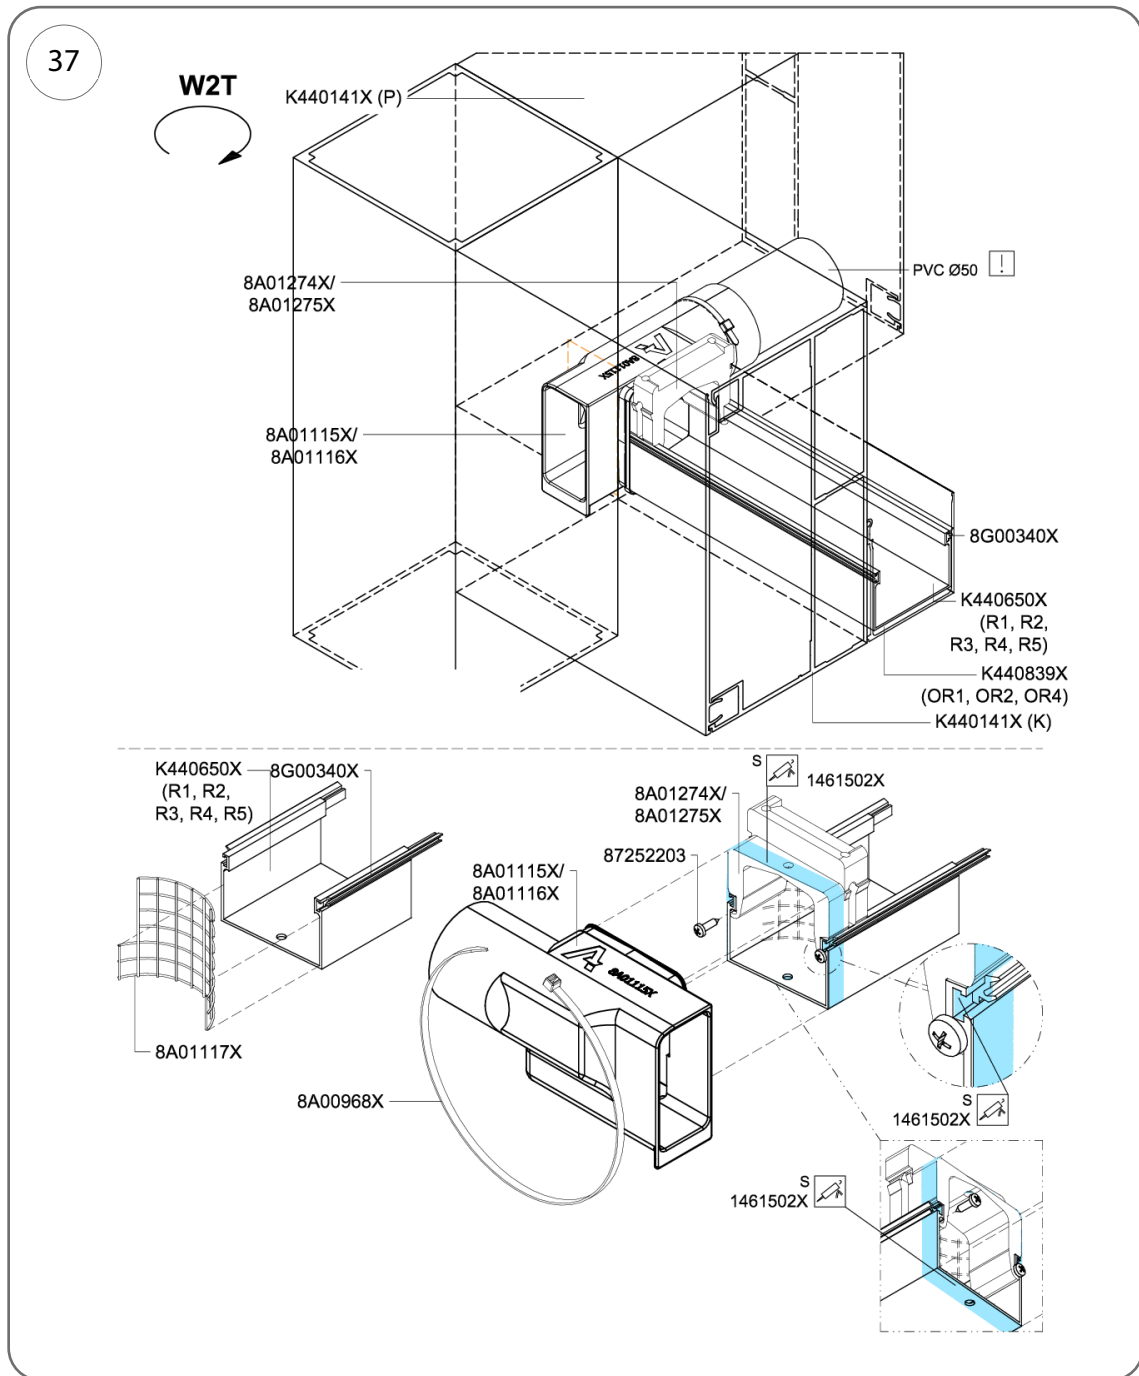

Fig. 37
2. Fixați componentele zăvorului pentru a preveni deplasarea acestora prin montarea a 2 șuruburi, cu diametrul de 3,5 mm x lungimea de 13 mm (nr. cat. 87252203) – Fig. 37.
3. Aplicați un strat de compus adeziv-etanșant (nr. cat. 1461502X) pe întreg perimetrul jgheabului și al elementului de fixare prin fixare prin clip, așa cum se arată în Fig. 37.